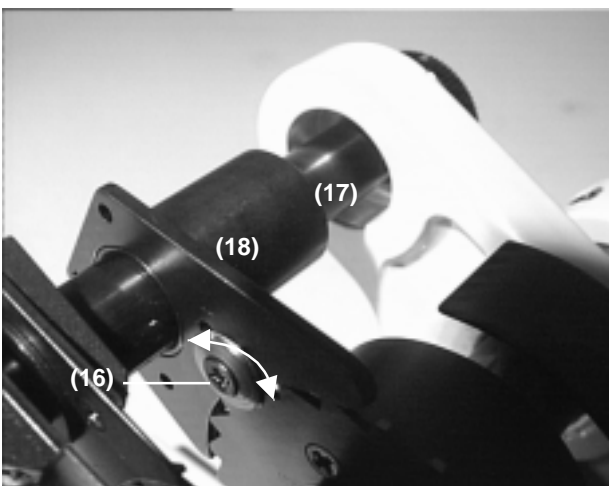

Fig. 5
- Die Messerscheiben können Sie drehen, wenn der Schneidpunkt stumpf ist (Fig. 5, 16). Zum Messer ersetzen, demontieren Sie (17) und (18).
- You can turn the cutter discs if the cutting point is blunt (Fig. 5, 16). To replace the cutters undo (17) and (18).
- Lorsque la partie utilisée est émoussée, on peut tourner les couteaux (fig. 5, 16). Pour remplacer les couteaux, démonter (17) et (18).